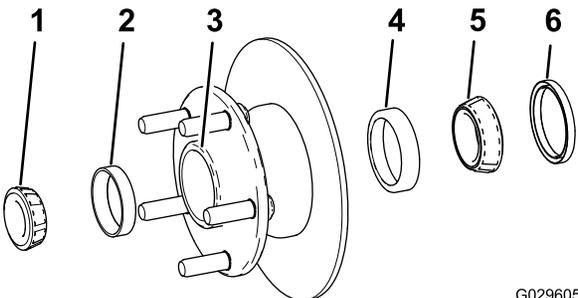

図 34
- ハブから外側のベアリングとベアリングレースを取る 図 34。
- ハブから、シール、内側のベアリングとベアリングレースを取る 図 34。
- ハブについているグリス、ごみなどをきれいに取り除く 図 34。
- ハブに、内側のベアリングレースと外側のベアリングレースを取り付ける 図 34。
- キャビティの5080程度にグリスを詰める 図 34。
- ハブの内側に内側ベアリングを取り付け、シールをはめる 図 34。